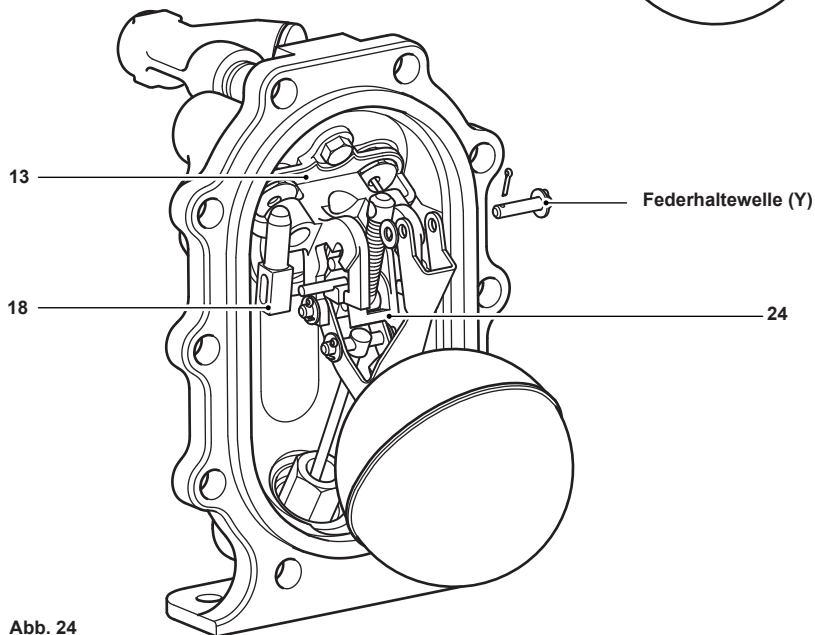

Abb. 24
15. Um das Auslassventil (Pos. 18) zu entfernen, entfernen Sie die Splinte, Unterlegscheiben und die Welle (Y) vom oberen Federdrehpunkt. Siehe Abb. 24